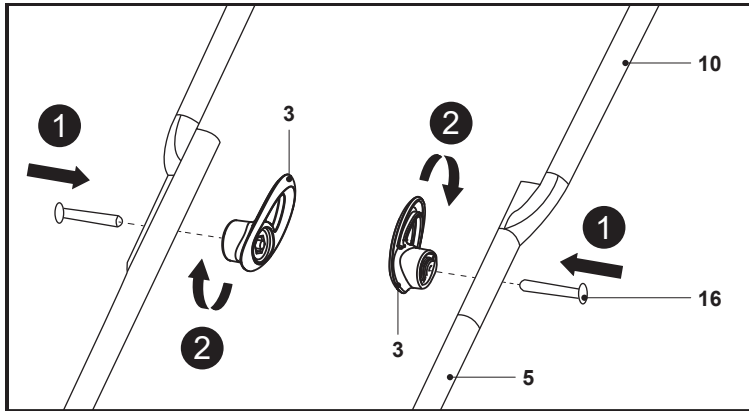

Fig. 3
2. Fije la barra superior del manillar (10) mediante los kits de montaje (16) y los mandos de bloqueo (3) a la barra inferior del manillar (5) (Fig. 3). El manillar se puede colocar a dos alturas diferentes para más comodidad durante un uso normal.